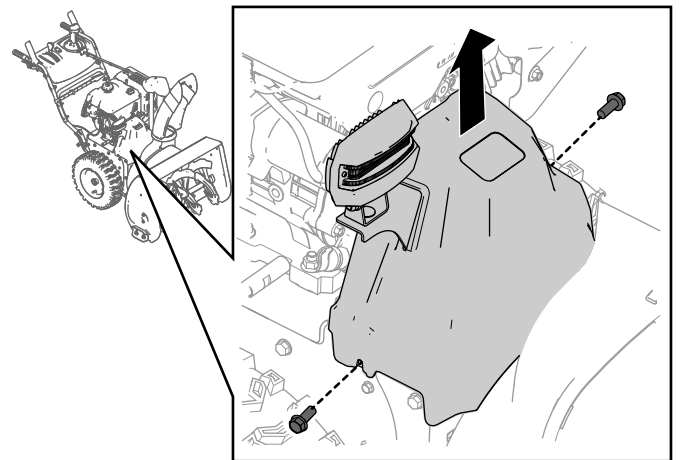

Bild 35
1. Entfernen Sie die beiden Schrauben, die die Riemenabdeckung halten (Bild 35).
2. Entfernen Sie die Riemenabdeckung (Bild 35).